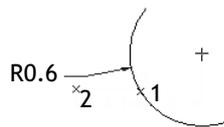

图 2.8.9 半径
Step 2 单击位置 1 选择圆上一点，中键单击位置 2 放置尺寸（图 2.8.9）。注意：在草绘环境下不显示半径 R 符号。